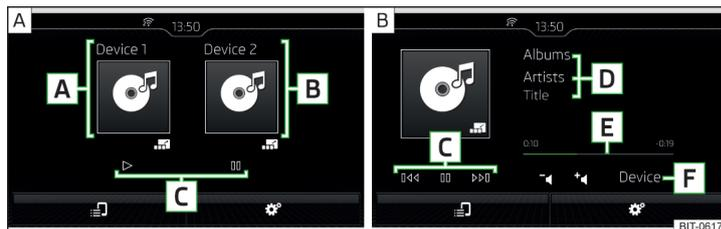

Abb. 173 Hauptmenü: zwei Tablets angeschlossen / Eines der beiden angeschlossen Tablets bedienen
- › Um die Bedienung des Tablets einzuleiten, die Funktionsfläche  am jeweiligen Tablet antippen » Abb. 173 - **A**.
- › Um zum Hauptmenü zurückzukehren, die Funktionsfläche  antippen » Abb. 173 - **B**.
#### Hauptmenü » Abb. 173
Die Bewegung innerhalb des Titels ist durch Fingerberührung der Zeitachse [\[B\]](#) » Abb. 172 auf Seite 152 bzw. [\[E\]](#) » Abb. 173 auf Seite 152 möglich.